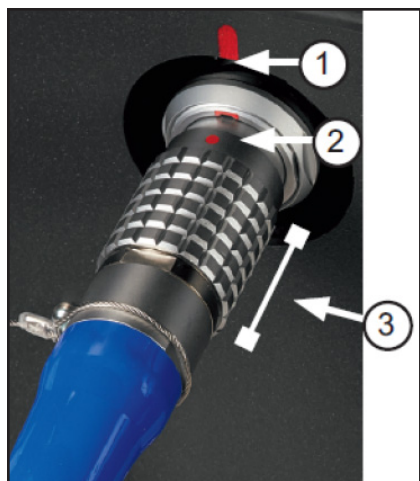

Figura 14. Conectarea liniei de fibră optică a cablajului cutiei de joncțiune
- e. Conectați conectorul electric de pe cablajul cutiei de jonctiune la priza electrică de pe cutia de jonctiune (Figura 14). Pentru a realiza conexiunea, aliniați marcajul de aliniere (punctul 1) de pe priza electrică cu punctul roșu de aliniere (punctul 2) de pe conectorul electric și împingeți înăuntru conectorul. Un sunet care face clic indică o conexiune efectuată cu succes.
NOTĂ: pentru a verifica dacă conectorul electric este fixat, trageți de zona gri de verificare a conexiunii identificată în Figura 14, punctul 3. Dacă linia electrică este conectată ferm, cablul nu se va deconecta.
- e. Conectați conectorul electric de pe cablajul cutiei de joncțiune la priza electrică de pe consolă (Figura 14). Pentru a realiza conexiunea, aliniați marcajul de aliniere (punctul 1) de pe priza electrică cu punctul roșu de aliniere (punctul 2) de pe conectorul electric și împingeți înăuntru conectorul. Un sunet care face clic indică o conexiune efectuată cu succes.
- e. Conectați conectorul electric de pe cablajul cutiei de joncțiune la priza electrică de pe cutia de joncțiune (Figura 14). Pentru a realiza conexiunea, aliniați marcajul de aliniere (punctul 1) de pe priza electrică cu punctul roșu de aliniere (punctul 2) de pe conectorul electric și împingeți înăuntru conectorul. Un sunet care face clic indică o conexiune efectuată cu succes.
- e. Conectați conectorul electric de pe cablajul cutiei de jonctiune la priza electrică de pe panoul de conexiune mobilă (Figura 14). Pentru a realiza conexiunea, aliniați marcajul de aliniere (punctul 1) de pe priza electrică cu punctul roșu de aliniere (punctul 2) de pe conectorul electric și împingeți înăuntru conectorul. Un sunet care face clic indică o conexiune efectuată cu succes.